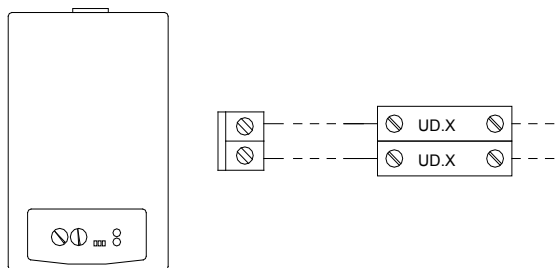
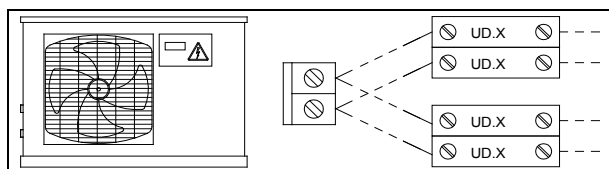

Figura 9
Figura 10
- Nella Figura 9, Figura 10 sono riportati alcuni esempi di collegamento dell'uscita caldaia.
N.B.: In questo morsetto si deve collegare il generatore di calore per la stagione invernale. Qualora venisse utilizzata solo una pompa di calore sia per l'estate che per l'inverno, senza l'impiego di una caldaia, è necessario collegare in parallelo il consenso caldaia ed il consenso refrigeratore alla macchina. (v. Figura 9).